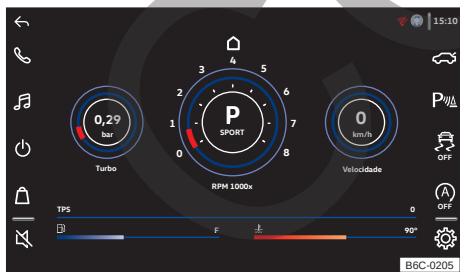

Fig. 20 En la pantalla de la radio: monitor de potencia.
- El monitor de potencia abre en la pantalla → fig. 20.